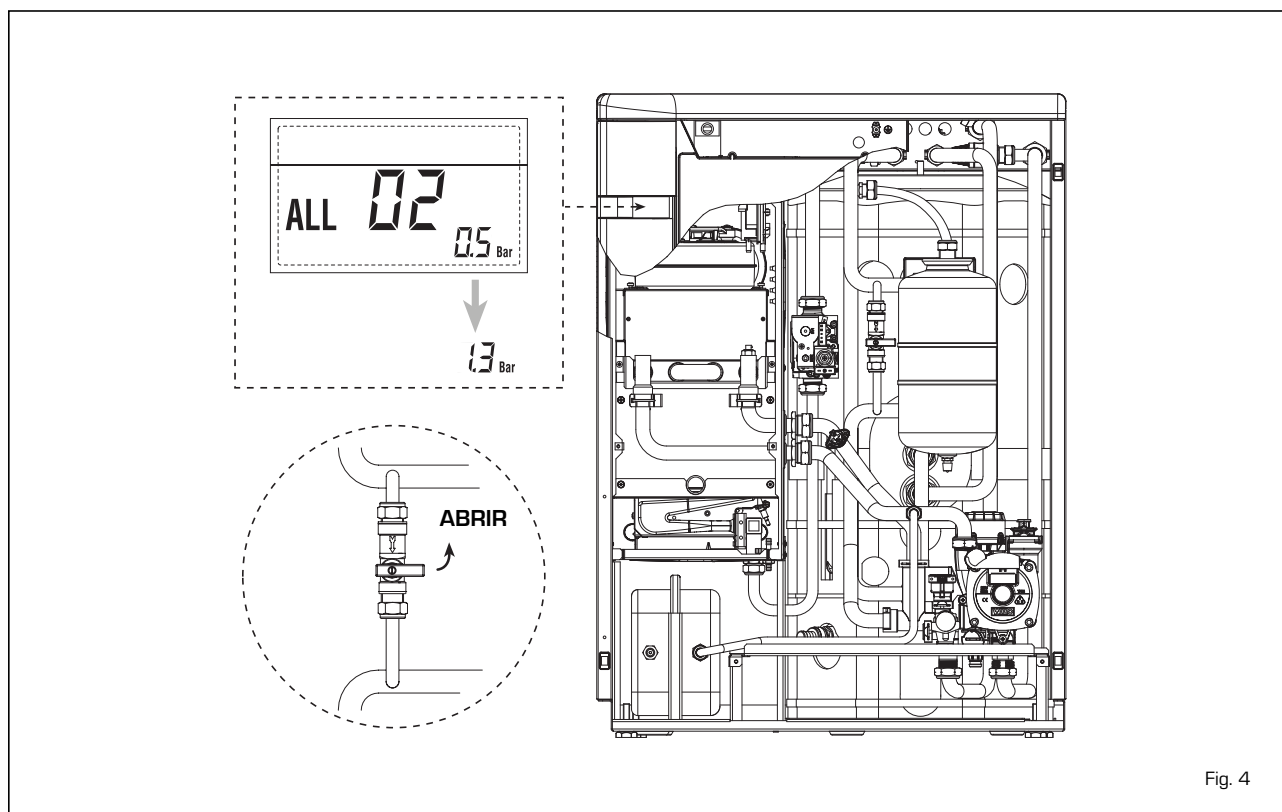

Fig. 4
2.5 RELLENADO DE LA INSTALACION (fig. 4)